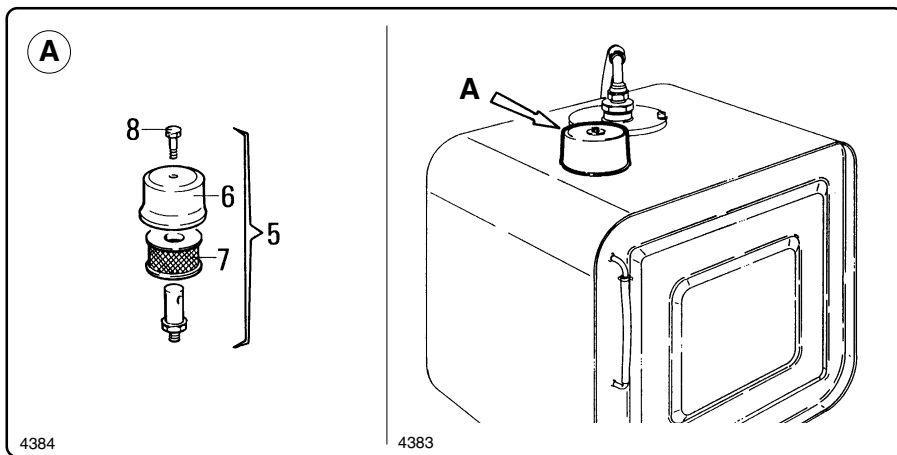

fig. 8.5.1
8.5 - Sostituzione filtro tappo di sfiato serbatoio (fig. 8.5.1)
8.5 - Replace the filter of the tank exhaust plug (fig. 8.5.1)
Quando si sostituiscono le cartucce filtranti dell'olio idraulico è bene sostituire anche la cartuccia filtrante "7" contenuta nel tappo di sfiato "5" (fig. 8.5.1) ubicato nel serbatoio.
When the hydraulic oil filtering cartridges are replaced, it is recommended to replace also filtering cartridge "7", inside exhaust plug "5" (fig. 8.5.1), located inside the tank.